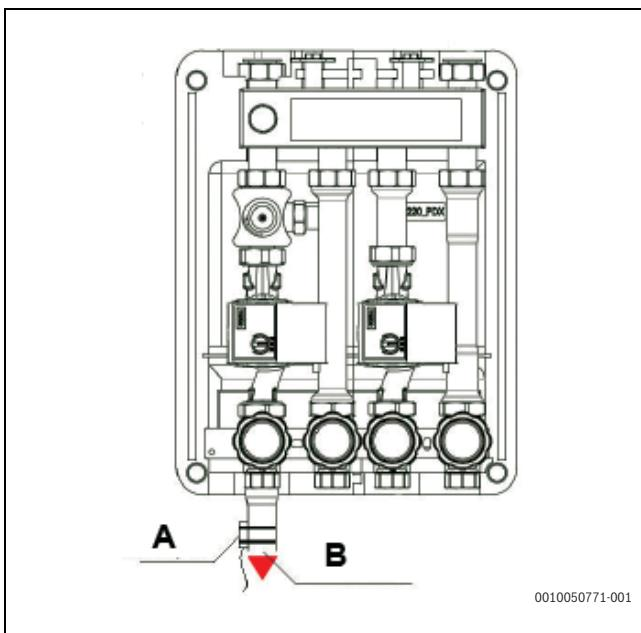

Bild 145 Tw2-Temperatursonde platzieren
- [1] Elektrischer Stellantrieb Arretierungsschraube Temperatursonde Tw2 (im Paket enthalten) T1BX - T1B30X (separat geliefert) in der Versorgungsleitung der Niedertemperaturzone (→ Abb. 145) unter Verwendung der Rohrschellen fixieren.
Anweisungen in → Fig. 145 befolgen
(→ Abb. 145).